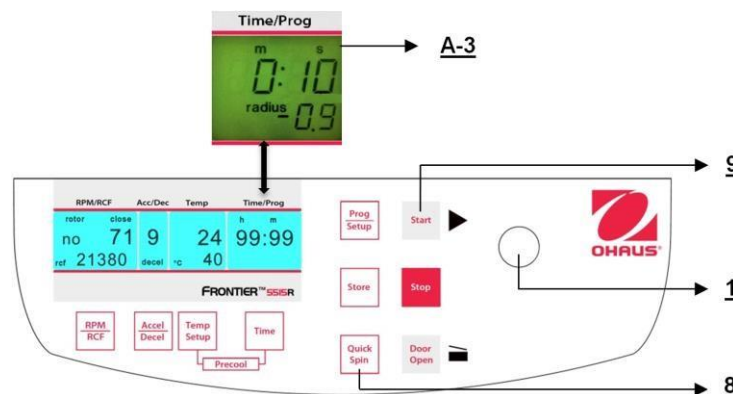

Figura 26
Puede arrancar la centrifuga ya sea con el botón **"Start"** (9) (vea la Figura 26) o con el botón **"Quick Spin"** (8).